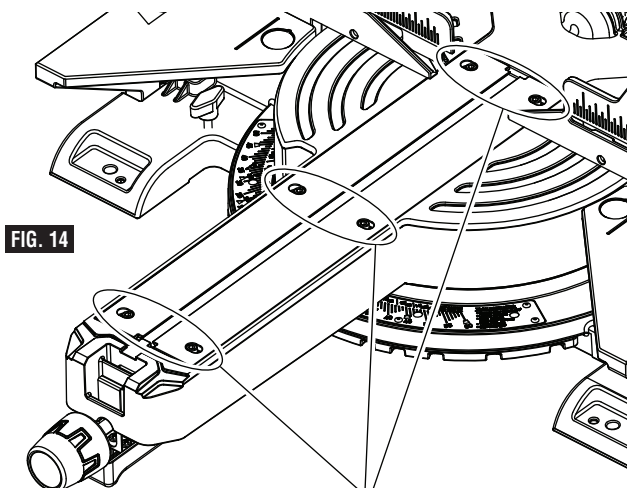

FIG. 14
2. Desserrez les six vis des éléments amovibles pour traits de scie en utilisant une clé hexagonale de 4 mm (Figure 14).